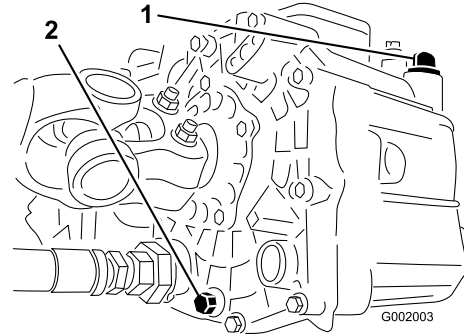

Figura 67
3. Retire o bujão de escoamento da parte lateral do reservatório e deixe o fluido hidráulico escorrer para o recipiente (Figura 67).